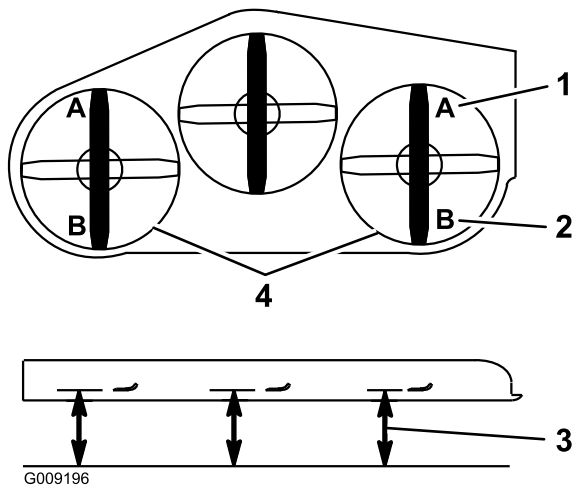

Figura 85
- Nota:** La distancia debe ser de 7,6 cm; consulte Figura 85.
15. En ambos lados de la carcasa, mida desde la superficie nivelada hasta la punta trasera de la cuchilla (Posición B). La distancia debe ser de 8,3 cm; consulte Figura 85.